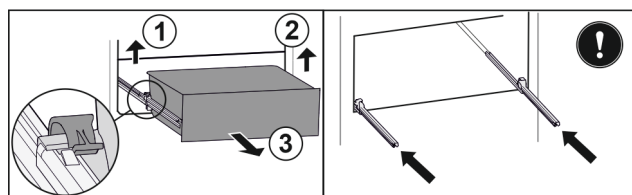

Fig. 116
- Приподнимите левый зажим и одновременно вытяните движением вперед выдвижной ящик слева. Fig. 116 (1)
- Приподнимите правый зажим и одновременно вытяните движением вперед выдвижной ящик справа. Fig. 116 (2)
- Извлеките выдвижной ящик движением вперед. Fig. 116 (3)